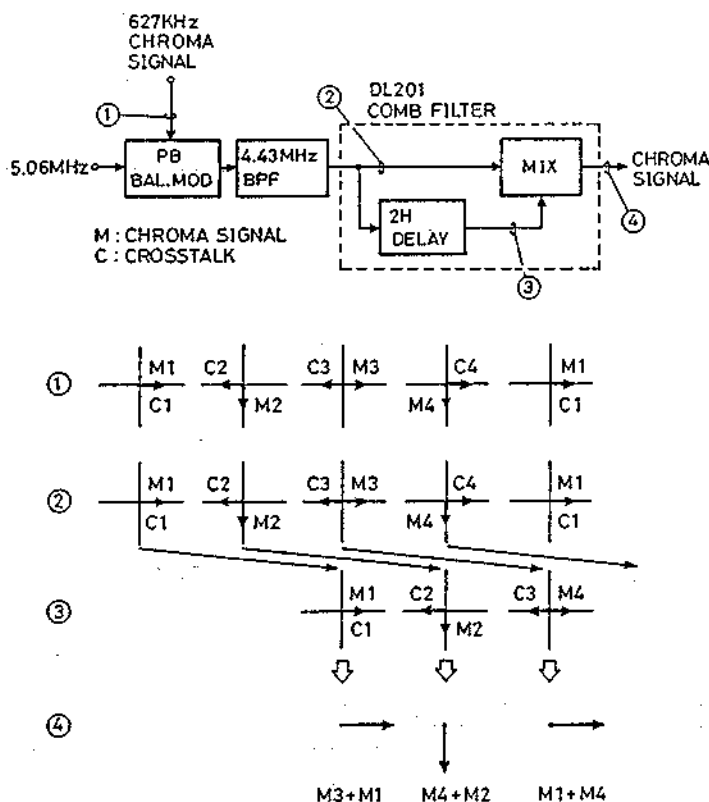

Abb. 5.28 Übersprechlöschung
(5) Kammfilter (DL201: COMB FILTER, Abb. 5.28)